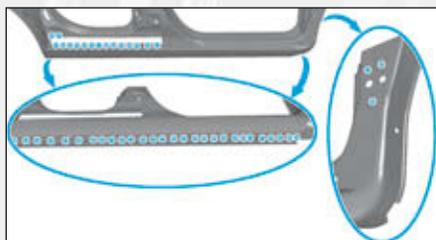

FIG. 109
- puis percer l'ensemble des points Ø 6,5 mm, pour un soudage ultérieur par points bouchons MAG (Fig.109).